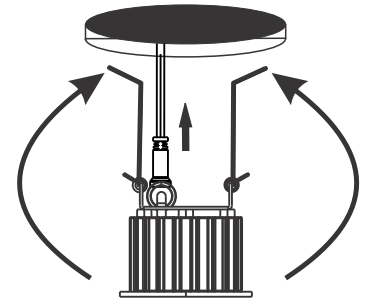

Figure 2
1. ELCO Lighting's one inch led fixtures are adaptable to 1/4" to 1" ceiling thicknesses. A 2" hole size is recommended for fixed one inch led fixtures. A 2 3/8" hole size is recommended for the adjustable one inch led fixture. **(Figure 2)**
1. Les luminaires LED d'ELCO Lighting sont adaptables à Épaisseurs de plafond de 1/4 "à 1". Une largeur de trou de 2 po est recommandée pour les appareils fixes d'un pouce. Une taille de trou de 2 3/8 "est recommandée pour l'ajustable Ensemble led à pouces. **(Figure 2)**
5. Lift the two springs towards the terminal block and insert into the ceiling opening. **(Figure 2)**.
5. Retirer les deux ressorts vers les borniers et insérer dans l'ouverture du plafond. **(Figure 2)**.